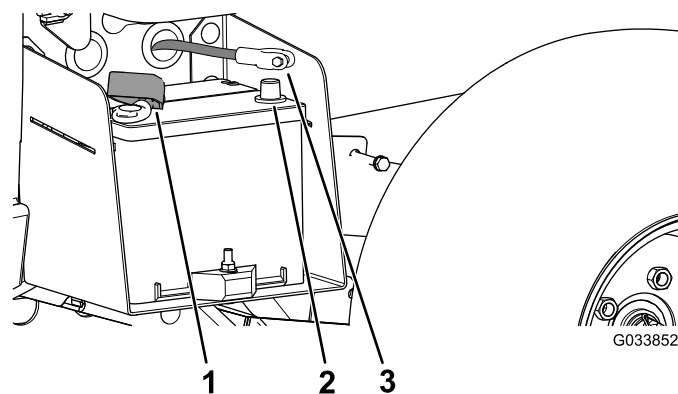

Figura 5
3. Instale o cabo positivo da bateria (vermelho) ao terminal positivo (+) da bateria e prenda o cabo com os parafusos e porcas (Figura 5).